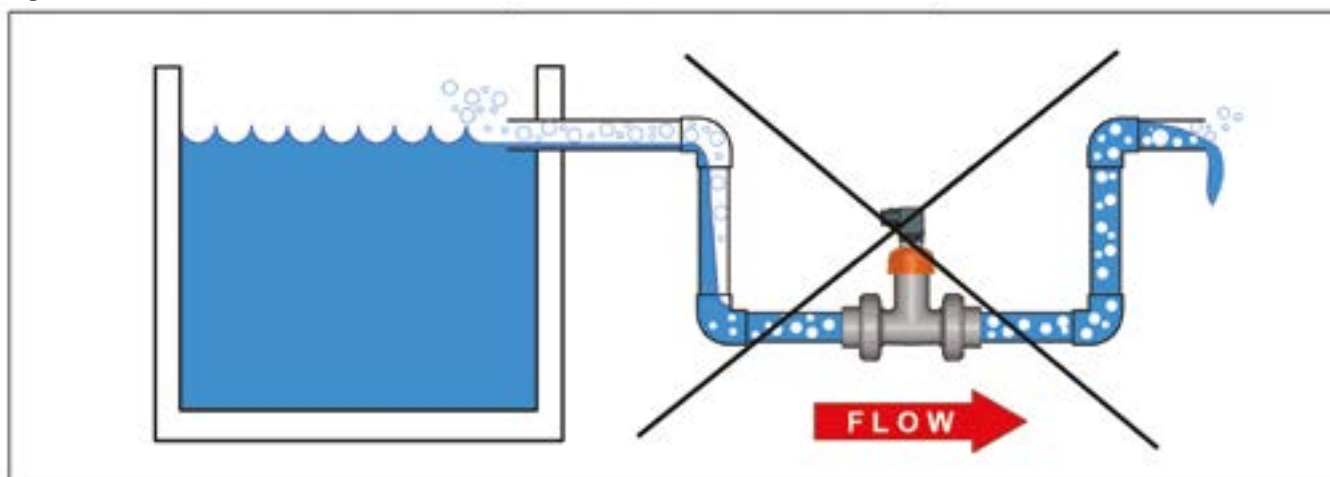

Fig. 4
- Negli impianti a gravità, il collegamento al serbatoio deve essere progettato in modo che il livello non scenda al di sotto della presa, per evitare che il tubo aspiri aria dal serbatoio inficiando la qualità delle misure del sensore (**Fig. 4**).